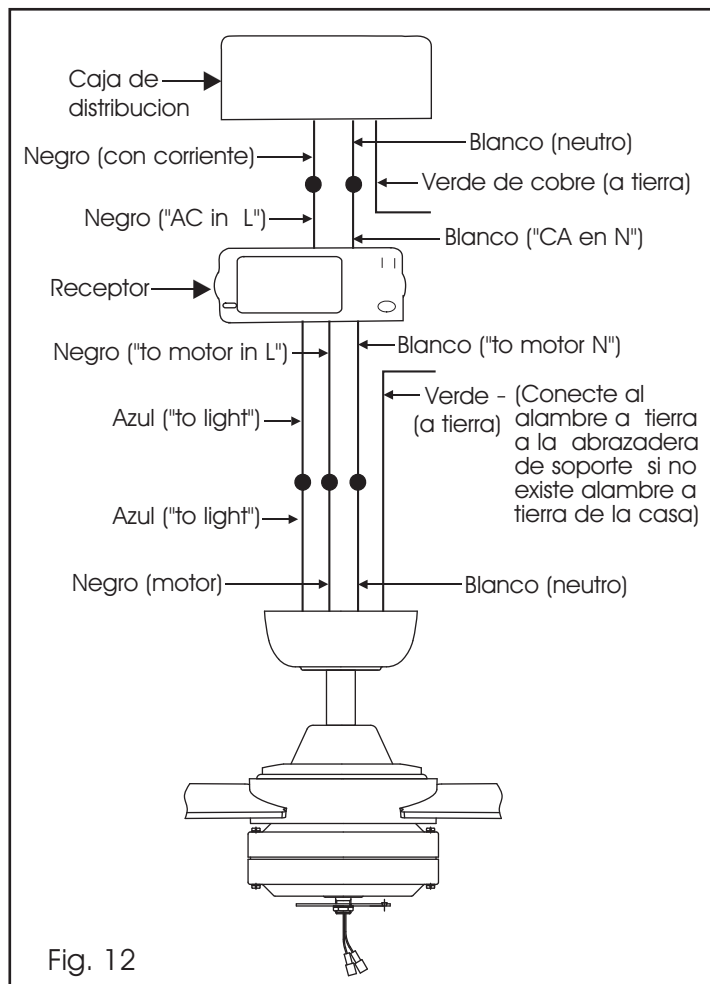

Fig. 12
Paso 2. (Fig. 12) Conexiones del Motor al Receptor: Conecte el alambre Negro del ventilador al alambre Negro marcado To Motor L del receptor. Conecte el alambre Blanco del ventilador al alambre Blanco marcado To Motor N del receptor. Conecte el alambre Azul del ventilador al alambre Azul marcado "For light" del receptor. Asegure las conexiones con los conectores de plástico proveidos.
Paso 3. (Fig. 12) Conexiones del receptor a los alambres de alimentación: Conecte el alambre Negro (corriente) de la caja de distribución al alambre Negro marcado AC in L del receptor. Conecte el alambre Blanco (Neutral) de la caja de salida al alambre blanco marcado AC in N del receptor. Asegure las conexiones con los conectores de plastico proveidos.
Paso 4. (Fig. 12) Si la Caja de salida tiene un alambre a tierra (verde o cobre) conéctelo a los alambres verdes de tierra de las abrazaderas de montar y colgar; y si no, conecte los alambres verde de tierra de las abrazaderas de montar y colgar solos. Asegure las conexión con un conectar los alambres, separelos para que los alambres verdes y blancos queden a un lado y los alambres negros y blancos del otro lado.